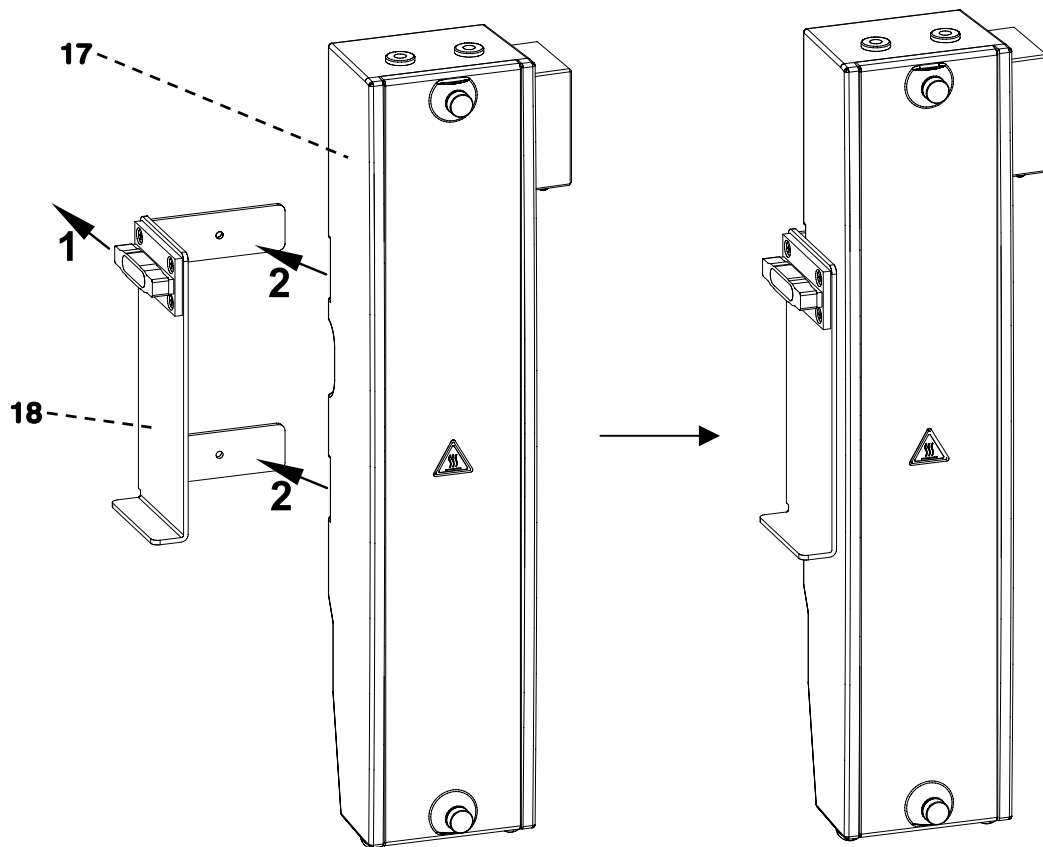

Abb. 6: Säulenheizung mit Halter befestigen
- Die Säulenheizung **17** kann nun magnetisch am Halter **18** befestigt werden (siehe Abb. 6)